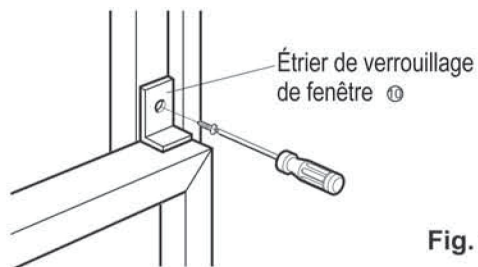

Fig. 9
12. Fixez l'étrier de verrouillage de fenêtre ⑩ à l'aide d'une vis de type C ③ (Fig. 9)